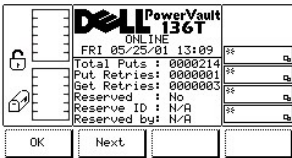

图 16. 状态 > 磁带库 > 槽位 > 槽位获取/放置对话框
- 1 如果按下**下一步**软键下方的按钮，则显示“槽位获取/放置对话框”。请参见图 16。